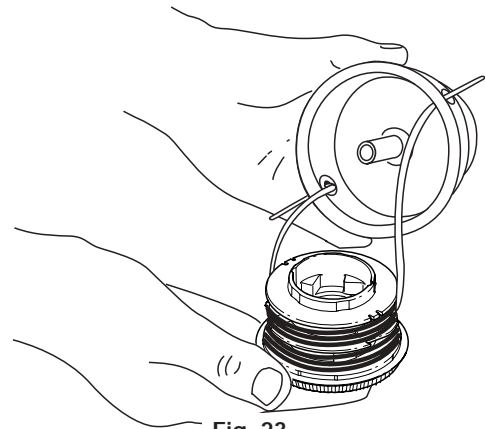

Fig. 23
- Inserte los extremos de la línea de corte del nuevo carrete interior dentro de los ojalillos de la bobina exterior (Fig. 23). Coloque el nuevo carrete interior con la flecha hacia arriba dentro de la bobina exterior.
3. Saquee el carrete interior con la línea existente de la bobina exterior (Fig. 23).